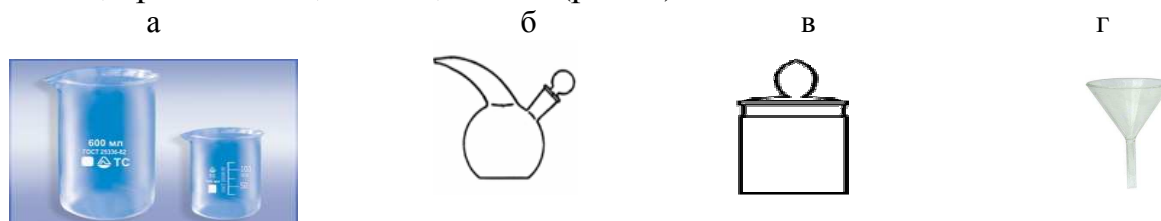

Рисунок 2 – Скляний посуд:
Широке поширення в лабораторному практикумі мають також хімічні стакани, крапельниці, бюкси, лійки (рис. 2).
*Хімічні стакани* (рис. 2,а) бувають різної ємкості (від 50 до 1000 мл), їх використовуються для допоміжних робіт з водними розчинами й органічними рідинами.
*Крапельниці* (рис. 2,б) використовують для дозування індикаторів і повільного додавання реагенту до реакційної суміші.
*Бюкс* – стаканчик з притертою пробкою (рис. 2,в) використовують для зважування, висушування і зберігання речовин.
*Лійка лабораторна* (рис. 2,г) використовують для переливання рідин або їх фільтрування крізь паперові фільтри.